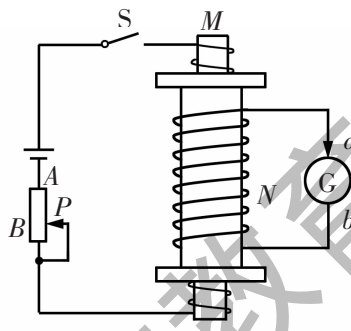

图 1-3-11
5. 如图 1-3-11 所示的装置，原线圈  $M$  与电源相连接，副线圈  $N$  与电流表  $G$  相连接。如果副线圈中产生的感应电流  $i$  从  $a$  到  $b$  流过电流表，则这时正在进行的实验过程是什么？